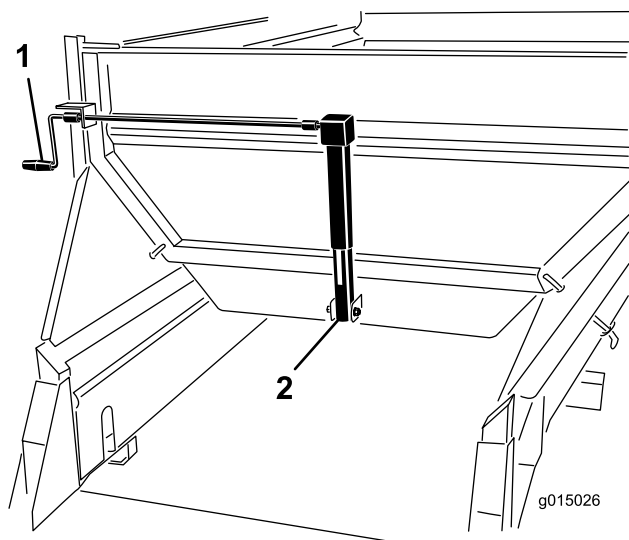

Figura 46
Gire la manivela para ajustar la compuerta (Figura 46) hasta que la flecha quede alineada con el centro del color deseado (en este caso, amarillo).
1. Gire la manivela para ajustar la compuerta (Figura 46) hasta que la flecha quede alineada con el centro del color deseado (en este caso, amarillo).